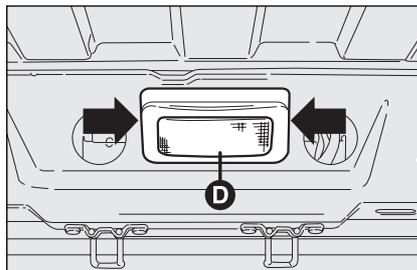
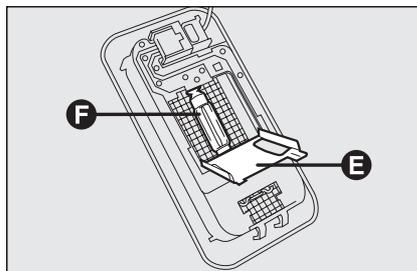

Abb. 36
Abb. 37
- Auf die von den Pfeilen angegebenen Punkte einwirken, und die Innenleuchte **D-Abb. 36** entfernen;
- Die Schutzklappe öffnen **E-Abb. 37**;
- Die Glühlampe **F-Abb. 37** nach Aufbiegen der seitlichen Kontaktzungen ersetzen und prüfen, dass die neue Glühlampe von den Kontaktzungen richtig gehalten wird;
- Die Schutzklappe **E-Abb. 37** wieder schließen, und die Innenleuchte **D-Abb. 36** in ihrer Aufnahme befestigen und sicherstellen, dass die Einrastung erfolgt ist.